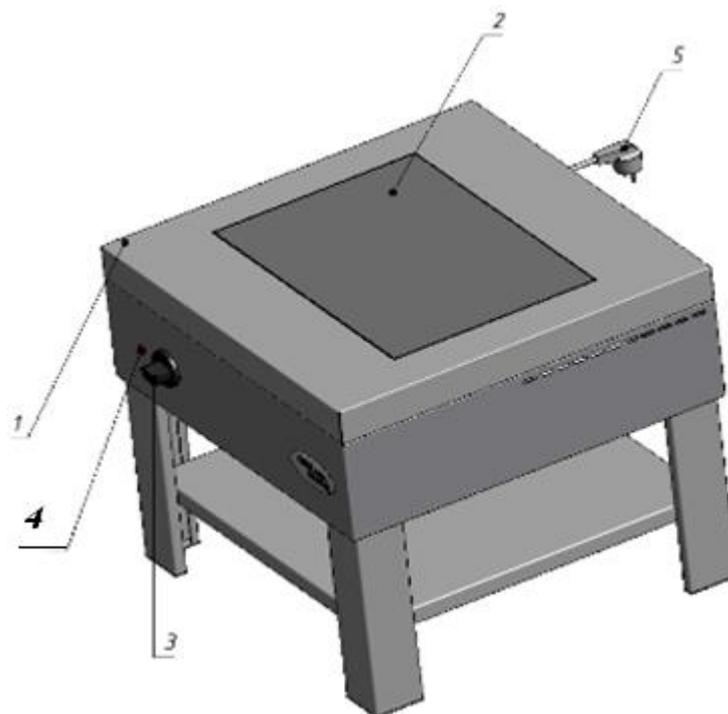

Рис.2
5.1. Основные части изделия указаны на рис.2 и перечислены в таблице1. на примере Ф1пЭ(550х550)